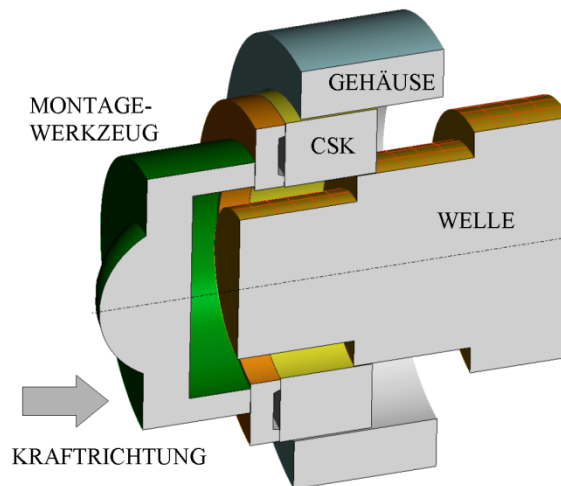

Abb.3 Montagewerkzeug
- Innen- und Außenring gleichzeitig einpressen bzw. schieben (bei Passfeder). Dazu ein passendes Montagewerkzeug (siehe Abb.3) verwenden, wobei im Werkzeug ein Freistich für den Kunststoffkäfig vorhanden sein muss.
- Innen- und Außenring gleichzeitig einpressen bzw. schieben (bei Passfeder). Dazu ein passendes Montagewerkzeug (siehe Abb.3) verwenden, wobei im Werkzeug ein Freistich für den Kunststoffkäfing vorhanden sein muss.